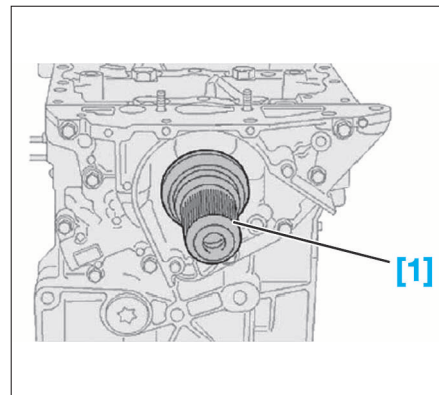
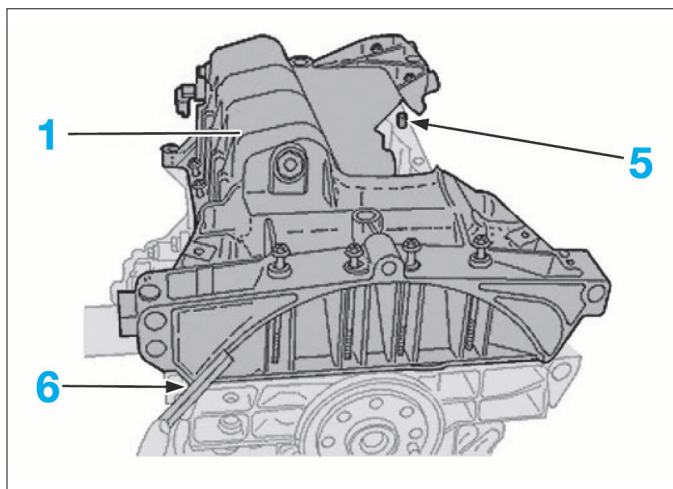

FIG. 45
FIG. 44
- Outil de montage [1] de la bague d'étanchéité de vilebrequin (Fig.45).
- vérifier la présence de la goupille de centrage (5) avant le remontage du carter inférieur (Fig.44),
- aligner le carter inférieur avec le carter moteur à l'aide d'une règle (6),
- remonter une bague d'étanchéité neuve avec l'outil [1] (Fig.45),